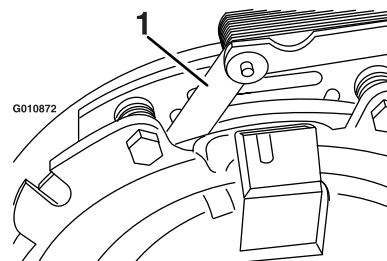
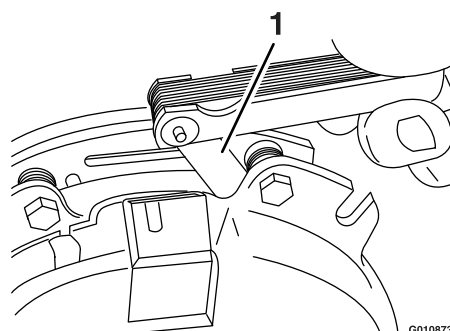

Figure 79
Figure 80
- E. A l'aide d'une jauge d'épaisseur de 0,25 mm (0,01 po), vérifiez qu'il existe un entrefer entre le rotor et la face de l'induit, de chaque côté du pôle de frein, comme montré à la Figure 79 et la Figure 80.